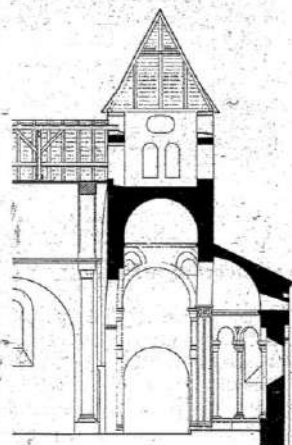

FIG II 4 - COUPE ACTUELLE DU CHŒUR DE L'ÉGLISE
Une simple corniche reçoit le doublis des lauzes calcaires du couvert. (II) L'absidiole du midi, a quasi disparu pour faire place, à l'époque gothique, à une chapelle plus tard convertie en sacristie. Le clocher (Figure II-4) domine l'ensemble du chevet de sa tour, portée par le carré de l'avant-choeur. Percé sur trois de ses faces d'une double arcature romane surmontée d'un oculus ovoïde, il contient la chambre des cloches montées sur un beffroi charpenté. Sans doute un peu moins haut dans son état primitif, et couvert de lauzes calcaires, le clocher dut être rebâti, sans reprise depuis la base, à la fin du XVI^e siècle.